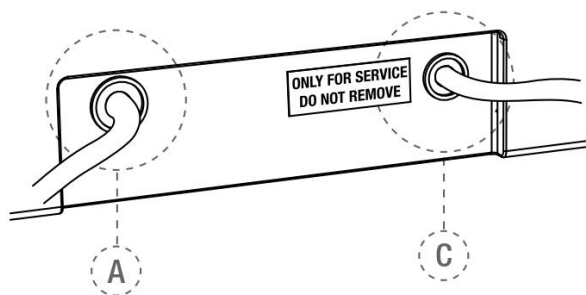

Fig. 2 – Lado traseiro do aparelho
b. Introduza o conector do carregador da bateria na tomada correta na parte traseira do aparelho (A - vide Fig. 2). Para mais detalhes consulte o cap. 7.3.3.
d. Introduza o conector do pedal na tomada correta na parte traseira do aparelho (C - vide Fig. 2).
Cor laranja piscando: Indica que o carregador da bateria está corretamente ligado na tomada A na parte traseira do aparelho (vide Fig. 2) e que a bateria está carregando. Se o aparelho desligar e o carregador da bateria for ligado na tomada, o aparelho religa e no mostrador aparece a informação: